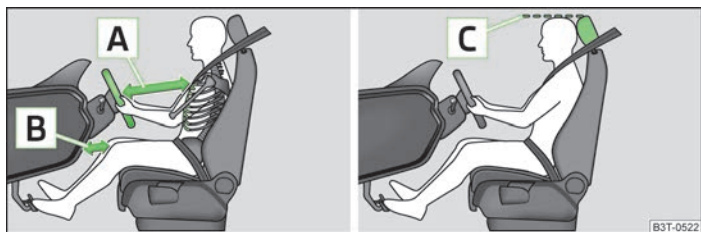

Fig. 116 Distanța corectă a șoferului față de volan și planșa de bord/Reglarea corectă a înălțimii tetierei
- Reglați volanul astfel încât distanța dintre volan și torace să fie de cel puțin 25 cm » fig. 116 și distanța dintre picioare și planșa de bord, în zona airbagului pentru genunchi, să fie de minim 10 cm .
- Reglați tetiera astfel încât marginea superioară a tetierei să se afle, pe cât posibil, la aceeași înălțime cu partea superioară a capului dumneavoastră » fig. 116 la pagina 132.